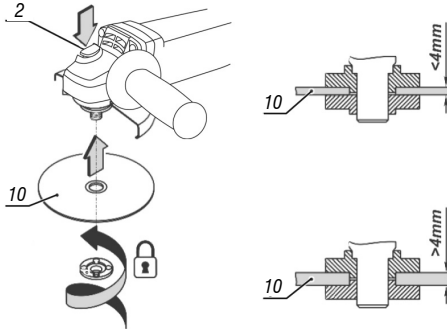

Fig. 5 – Montagem do disco na máquina
- Coloque o disco (Fig.5 - 10).